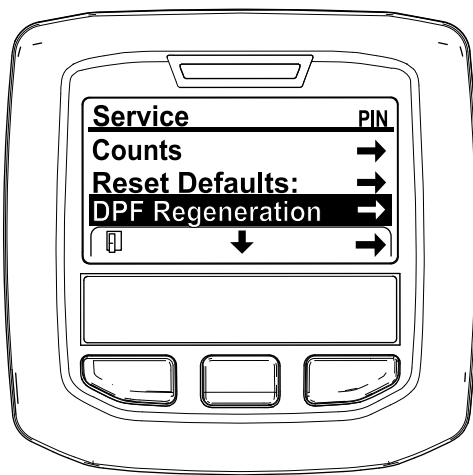

図 33
3. 整備メニューSERVICE MENUで、中央ボタンを押してDPF 再生DPF REGENERATIONへ移動し、右ボタンでDPF 再生DPF REGENERATIONを選択する 図 33。